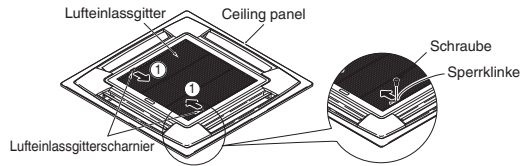

Abb. 7-1
(1) Abnehmen des Lufteinlassgitters
- Die beiden Schrauben an der Verriegelung des Lufteinlassgitters herausdrehen. (Abb. 7-1) (Das Lufteinlassgitter nach Installation der Deckenverkleidung wieder anbringen.)
- Die Sperrklinken des Lufteinlassgitters in Pfeilrichtung ① schieben, um das Gitter öffnen zu können. (Abb. 7-1)